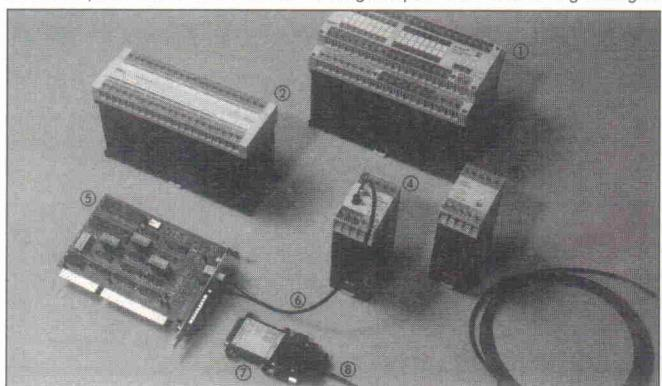

Abb. 1: iPRO-Interface
- Umsetzung des Datensignals auf TTL-Signalpegel zur Ansteuerung von bis zu 6 iPRO-Interfachen oder iPRO-Countermodulen (Abb. 1, Abb. 3)